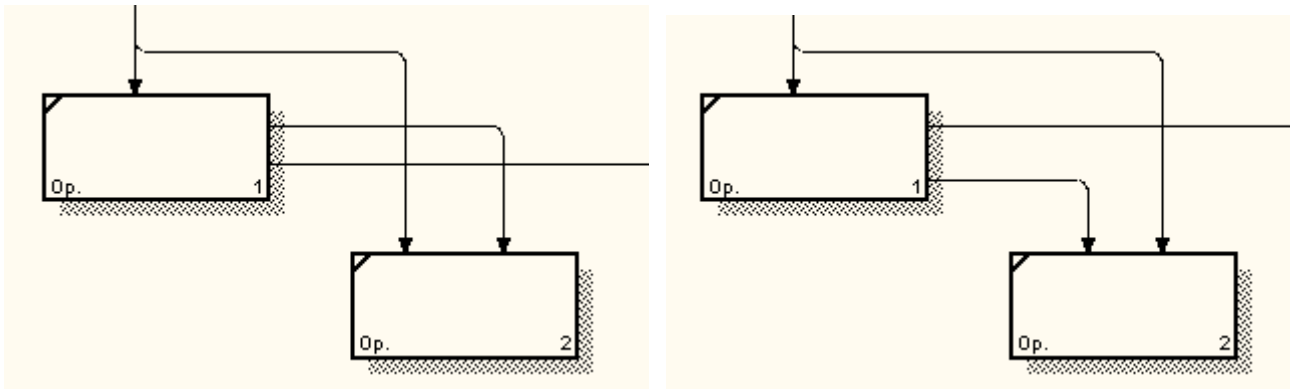

Рисунок 3.2 – Мінімізація перетинів та поворотів стрілок
7) слід мінімізувати число перетинів, петель та поворотів стрілок. Це ручна та, у випадку насичених діаграм, творча робота (рис. 3.2);